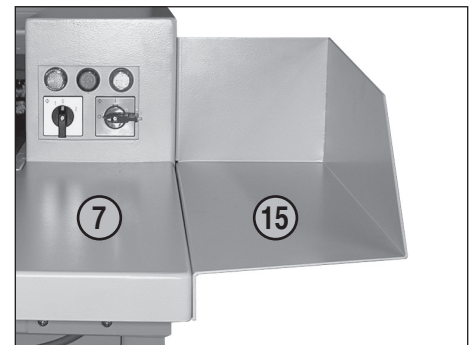
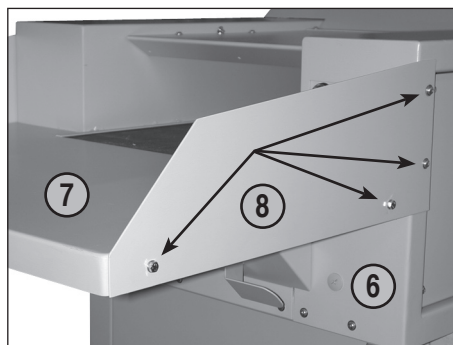

fig. 5
fig. 4
- 15 = Ângulo de protecção (fig. 5) (opcional)
MONTAGEM DOS ÂNGULOS DE PROTECÇÃO (15) (fig. 4 e 5):
Se necessário, podem montar-se dois ângulos de protecção (15) (fig. 5) em vez das duas chapas de protecção (8) (fig. 4) para alargar a superfície de apoio da mesa (ver também em "ACESSÓRIOS ESPECIAIS")
1. Desapertar os quatro parafusos com anilhas do cárter (6), do lado esquerdo e direito, e na mesa (ver marcações com setas na fig. 4).
2. Tirar ambas as chapas de protecção (8) e fixar os dois ângulos de protecção (15) ao cárter (6), do lado esquerdo e direito, e à mesa (7), usando os parafusos e as anilhas desapertados anteriormente.